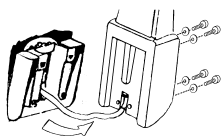

Figura 1
1. Conecte la manguera de succión de sustancias químicas a la punta en la base del mango (Figura 1).